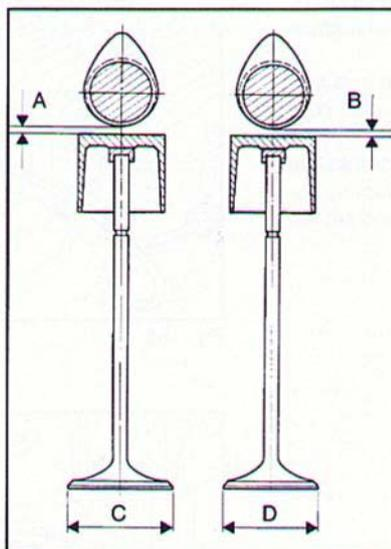

Fig. 166 ▲
**DATI TECNICI (Fig. 166)**
**TECHNICAL DATA (Fig. 166)**